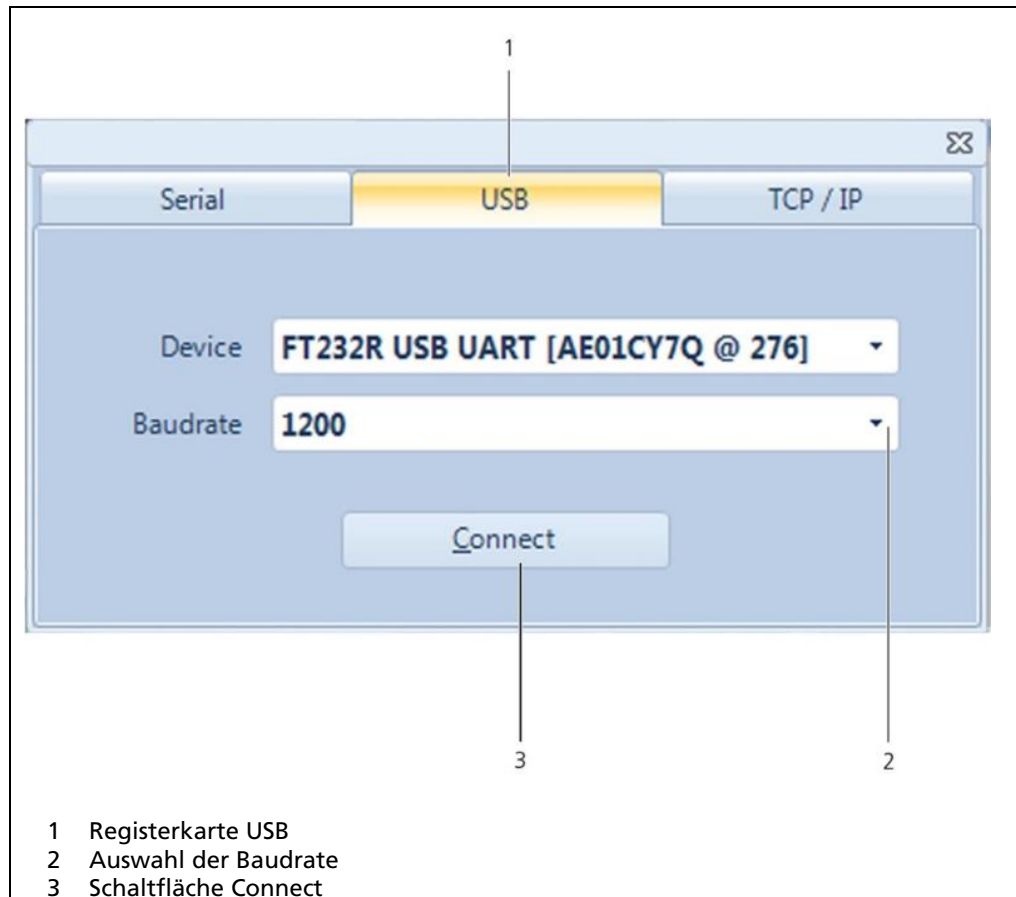

Abb. 49 Verbindungsfenster „Flash Loader“
8. Klicken Sie auf die Registerkarte <USB> (Abb. 49, Pos. 1).
9. Wählen Sie im Auswahlmene (Abb. 49, Pos. 2) eine Baudrate von 1200 aus.
10. Klicken Sie auf <Connect> (Abb. 49, Pos. 3).